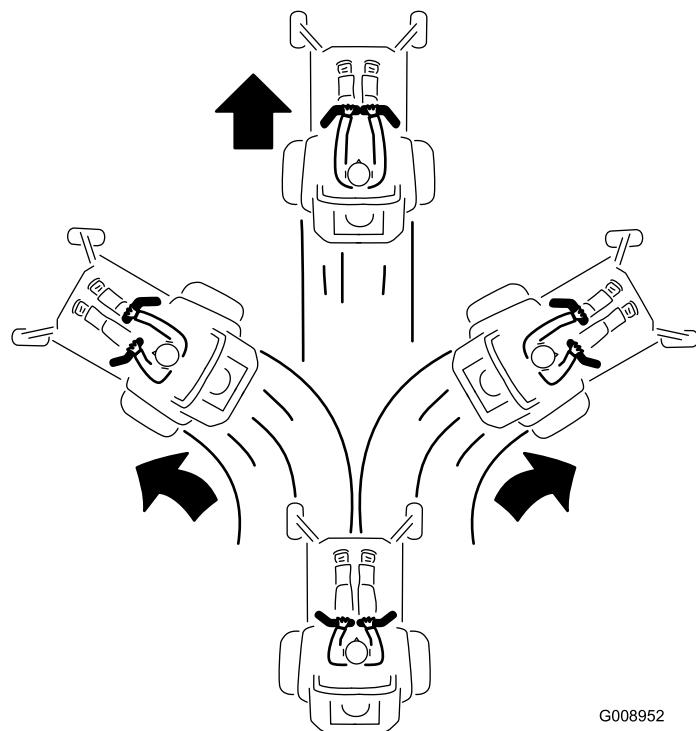

Figure 24
- Pour vous déplacer en marche avant, poussez lentement les leviers de commande de déplacement vers l'avant (Figure 24).